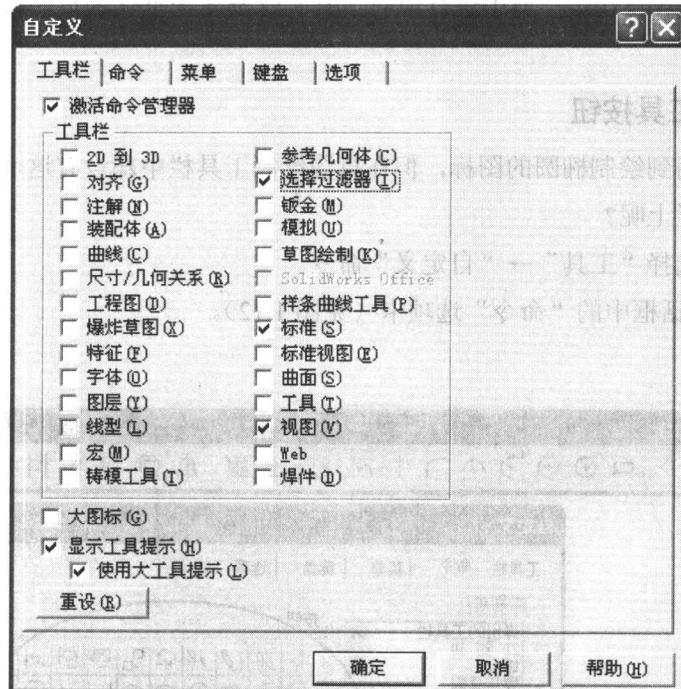

图 1.10
(2) 选择“工具”→“自定义”命令, 见图 1.10。在对话框中勾选需要的工具栏。